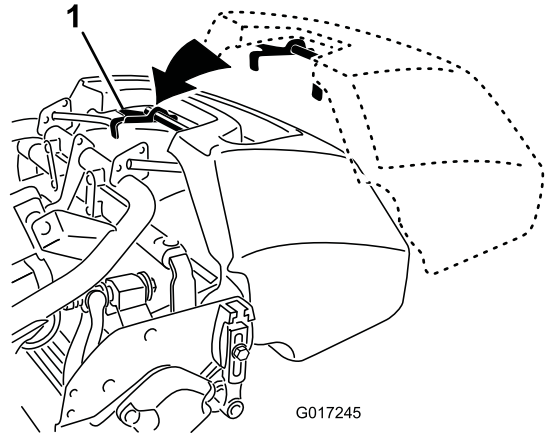

Figure 21
2. Guidez le bord du bac entre les plaques de l'unité de coupe et par dessus le rouleau avant (Figure 21).
3. Placez les crochets du bac par dessus la boucle du cadre (Figure 21).